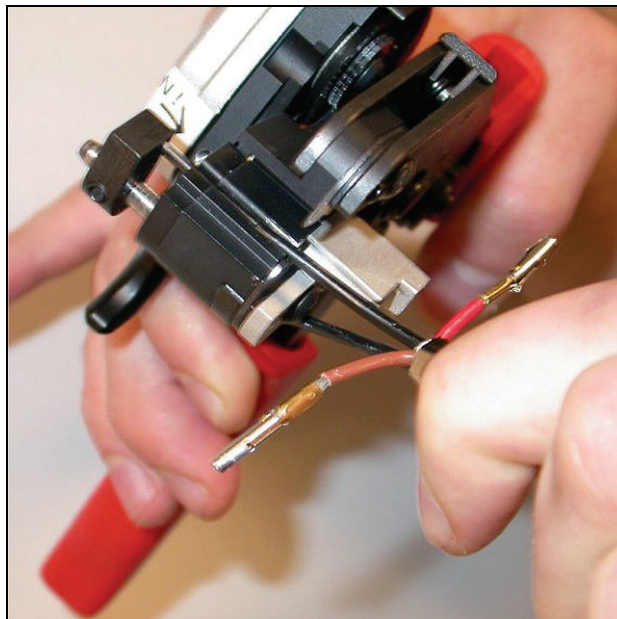

figura 30.19: Pelado de una fibra
- 16 Inserte una de las fibras en la parte delantera de la herramienta de corte/pelado POF (herramienta 6, consulte figura 30.19).